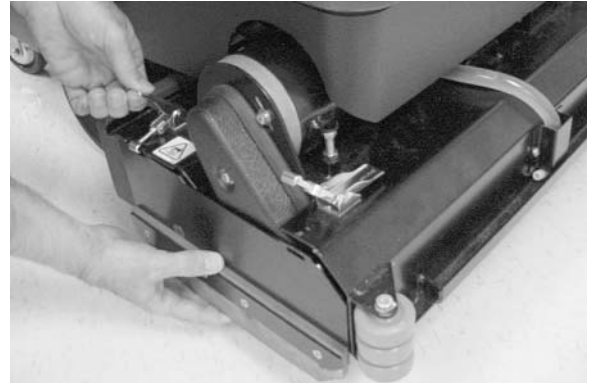

FIG. 24
2. Retirez le plateau intermédiaire de la tête de brosse par les verrous libérants sur la tête de brosse (Figure 24).